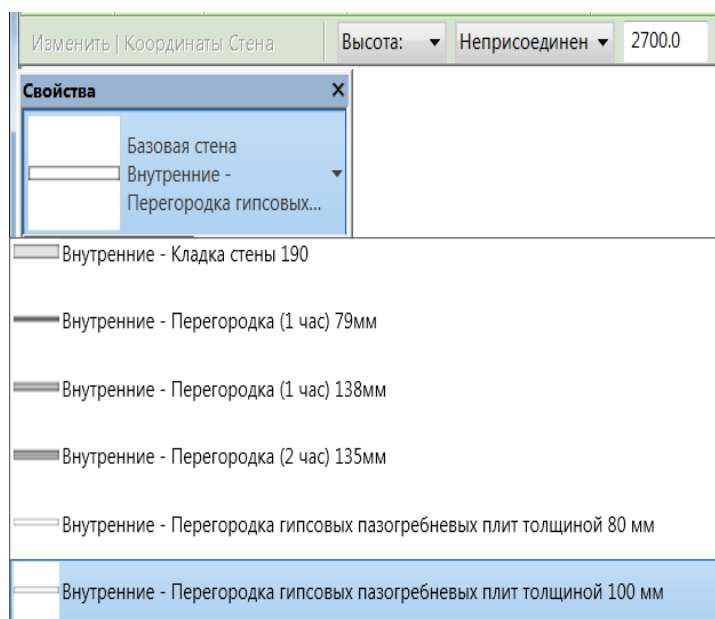

Рис. 35
6. Для межкомнатных стен выбрать **Базовая стена : Внутренние – Перегородка гипсовых пазогребневых плит толщиной 100 мм** (рис. 35).